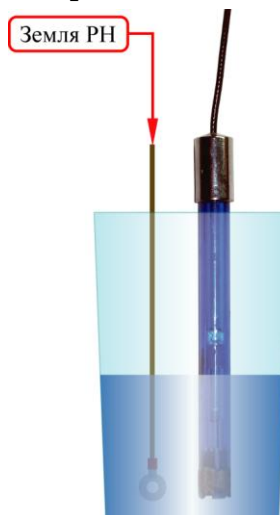

Рис. 2
3. Извлечь датчик, промыть дистиллированной водой и поместить в сосуд с калибровочным раствором со значением рН от 3 до 5 (Рис. 2)
провод «Земля PH» (Рис. 2)
8. Промыть датчик дистиллированной водой и поместить в сосуд со вторым калибровочным раствором со значением PH от 7 до 10 (Рис. 2)
9. **Заземлить раствор**, поместив в него провод «Земля PH» (Рис. 2)
3. Извлечь датчик и поместить в сосуд с калибровочным раствором со значением ЕС от 1 до 4\* (Рис. 2)